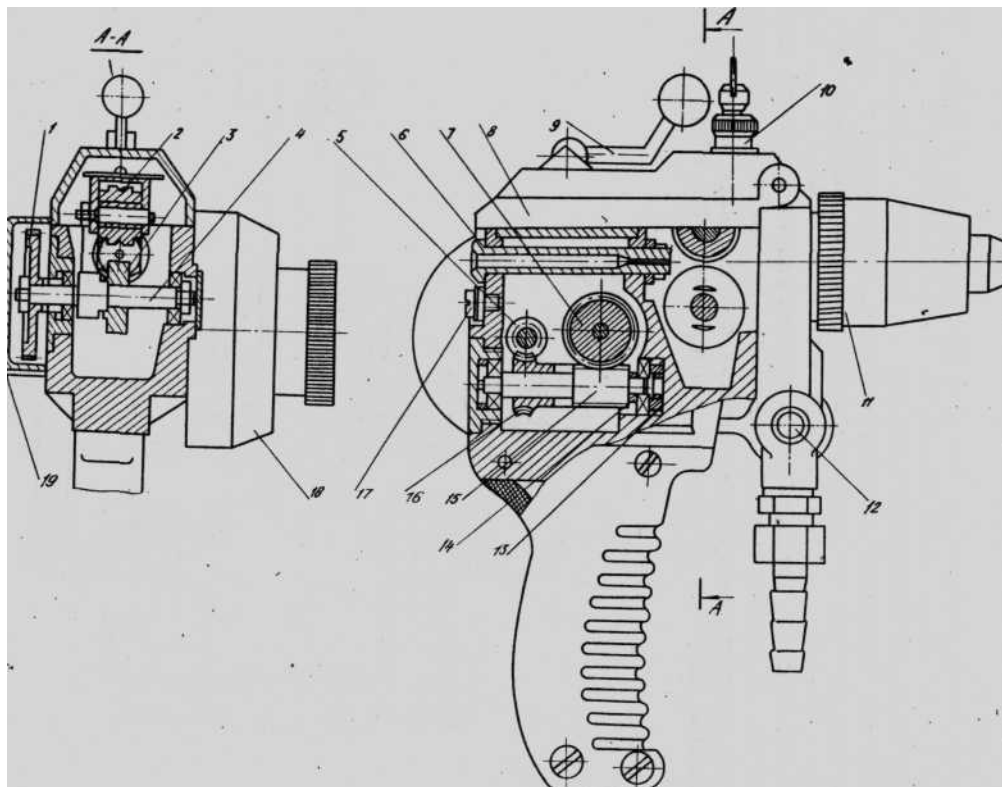

Рис. 3. Общий вид аппарата:
**Редуктор червячный двухступенчатый** расположен в герметичном отсеке корпуса металлатора (рис. 3). На выходном валу редуктора устанавливается сменная шестерня. Сменные шестерни предназначены для ступенчатого регулирования скорости подачи проволоки. В глухих гнездах подшипников имеются специальные шайбы с резьбой для удобства выемки подшипников из гнезд. Регулировочные шайбы, селективно подбираемые при сборке по толщине, служат для точной установки червячных шестерен относительно оси червяков.